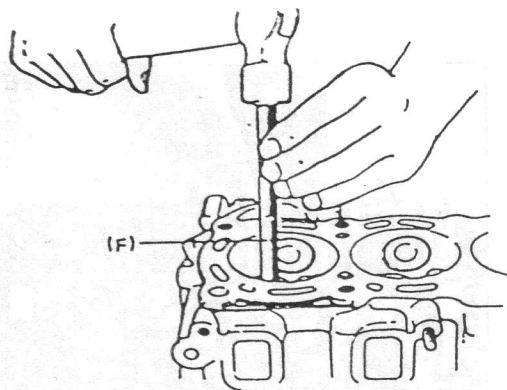

Fig. 3-4-29
- c) Utilizando la herramienta especial (F), extraiga la guía de válvula desde el lado de la cámara de combustión hacia el lado del resorte de válvula (Fig. 3-4-29).